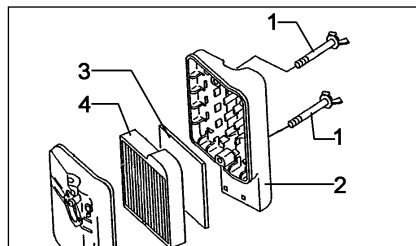

Abb.26
- Schaumstofffilter und Papierfilter (Abb.26/3 und 4) herausnehmen und trocken reinigen, ggf. erneuern.